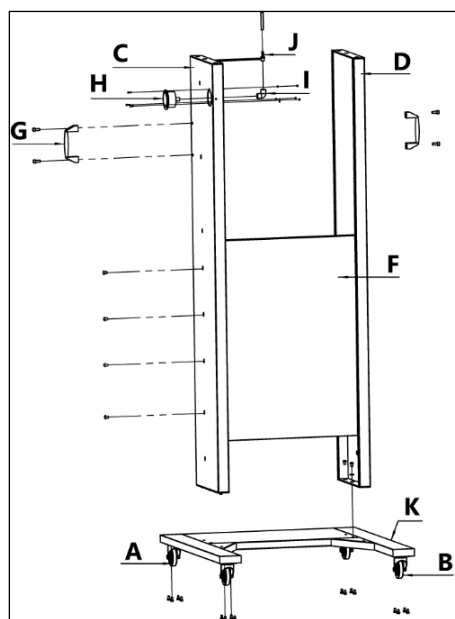

Рисунок 2.
Расположите два колеса (А) (рис. 2) и два колеса (В) со стопором под платформой (К) и закрепите их при помощи болтов М6×12. Расположите переднюю (С) и заднюю (D) панели на платформе (К) и закрепите при помощи винтов М8×12. При помощи винтов с круглой головкой и шестигранным шлицем М8×20 закрепите ручки (G) на передней и задней панелях (С) и (D). При помощи винтов М3×10 прикрепите вакуумметр (H) к передней панели (С). Соедините его с уголком (I) и коннектором (J).